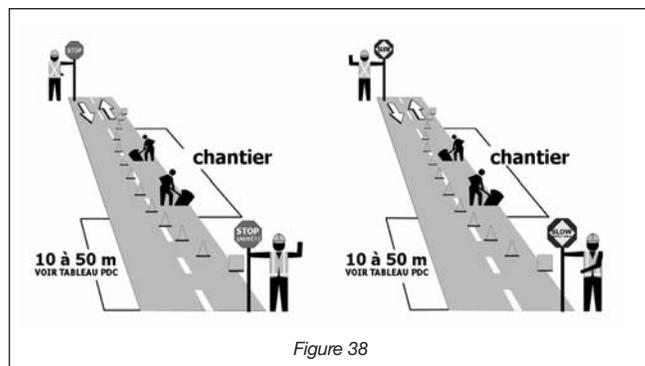

Figure 38
- des ouvriers chargés de diriger circulation (signaleurs) utilisant des enseignes (figure 38);